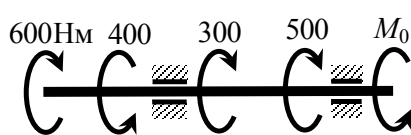

Рисунок 1
2. Подобрать диаметр вала из условия прочности и жесткости (рис.1), если $[\tau]=80$ МПа, $[\Theta]=0,035$ м⁻¹.